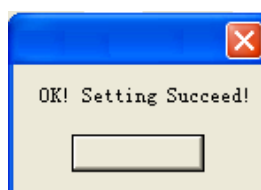

Рис. 7.10.13 Успешное изменение времени
d. В данном диалоговом окне будет отображаться системное время. Нажать на . Появится сообщение, отображенное на Рис. 7.10.13 об успешном обновлении времени контроллера x-Messenger.